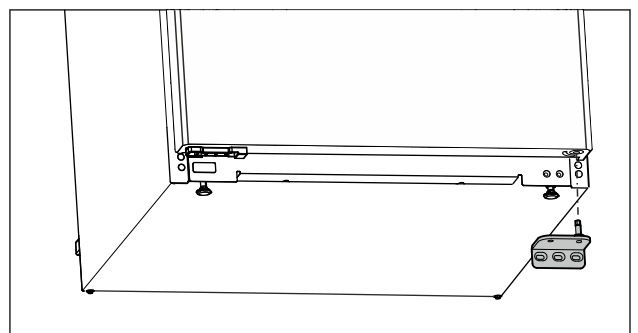

Fig. 8
- ▶ Verwijder de lagersteun naar beneden. (zie Fig. 8)